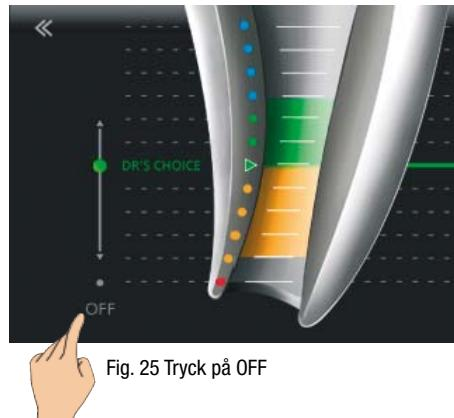

Fig. 25 Tryck på OFF
- Gå tillbaka till menyn Inställningar, välj funktionen DR'S CHOICE och klicka på OFF (fig. 25) för att stänga av apikallinen DR'S CHOICE.